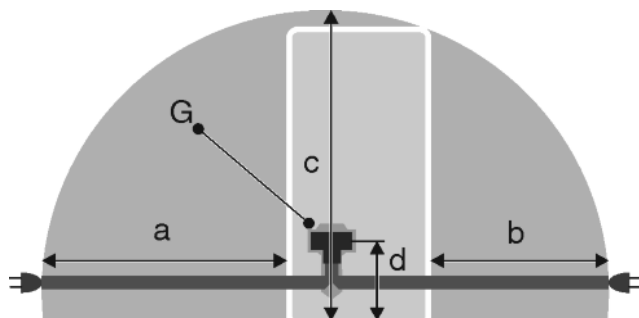

Fig. 27
- Kontaktdakša neatrodas ierīces mugurpuses zonā dotajā zonā Fig. 27 (a, b, c).
- ▶ Ievietojiet ierīces kontaktdakšu Fig. 27 (G) ierīces mugurpusē. Ievērojiet pareizo nofiksēšanos.